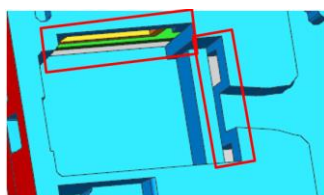

图5.7
g) 普通点胶无法实现3D胶路点胶堵孔，避免3D胶路的设计，如图5.7。